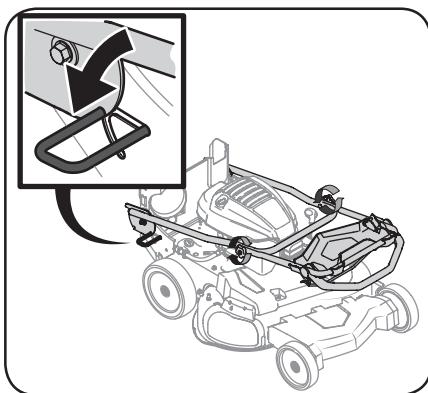

Figura 2-14
- Sujete la tolva a la plataforma de corte con la perilla de aleta que se incluyó en la bolsa del manual. Ajuste manualmente la perilla de aleta en el pasador roscado de la plataforma. Vea la Figura 2-14.